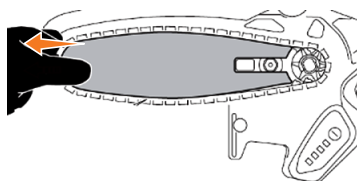
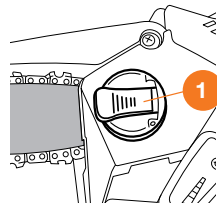

Рис. 4
Рис. 5
- Осуществите натяжку цепи, потянув за пильную шину (Рис. 4) и зафиксируйте натяжение, закрутив с усилием гайку-барашек **1** (Рис. 5).